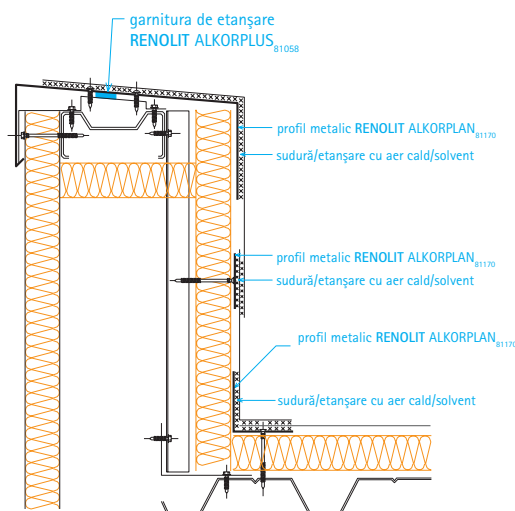

Figura 4: Bandă de etanșare, RENOLIT ALKORPLUS₈₁₀₅₈
- Cu ajutorul unei garnituri de etanșare RENOLIT ALKORPLUS₈₁₀₅₈ așezată sub profilul de închidere RENOLIT ALKORPLAN, partea de sus a parapetului devine etanșă împotriva acțiunii vântului (figura 4). Membrana RENOLIT ALKORPLAN este protejată, pe suprafața verticală rugoasă cu un strat de protecție RENOLIT ALKORPLUS₈₁₀₀₅ (minim 300 g/m²). Dacă înălțimea parapetului depășește 500 mm, se va utiliza un suport intermediar continuu din metal RENOLIT ALKORPLAN cu lățimea de 50 mm.